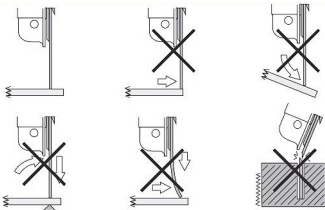

Figura 5
- f) Discos de corte devem ser utilizados num ângulo de 90° em relação à peça (Figura 5).